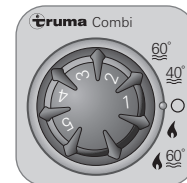

Figure 11
Pièce de commande analogique (n° d'art. 36010-01 – figure 11) pour Combi D6 (E) CP plus ready.